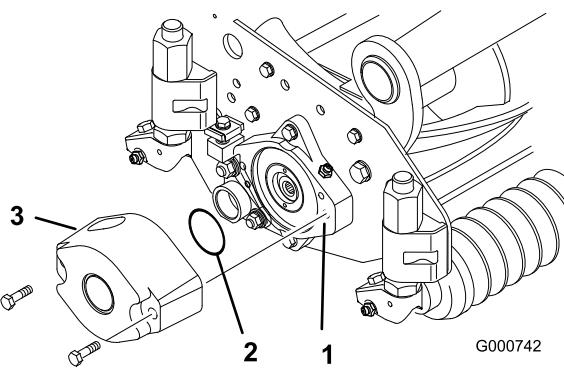
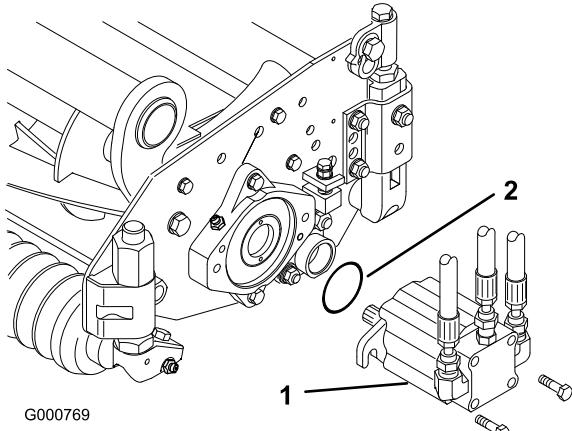

Bild 4
Bild 7
4. Montieren Sie ein Gegengewicht mit den mitgelieferten Kopfschrauben am entsprechenden Ende jedes Mähwerks (Bild 4).
3. Schmieren Sie einen großen O-Ring ein und setzen Sie ihn in den Lagergehäuseschlitz an jedem Ende des Mähwerks ein (Bild 4 und Bild 7).
13. Montieren Sie den Motor am Antriebsende des Mähwerks und befestigen Sie ihn mit den zwei Kopfschrauben (Bild 7).